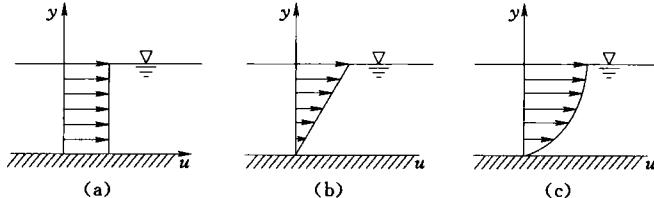

图 1-5
2. 已知液体中的流速分布  $u - y$  如图 1-5 所示三种情况：(a) 矩形分布；(b) 三角形分布；(c) 抛物线分布。试定性地画出各种情况下的切应力分布图  $\tau - y$ 。